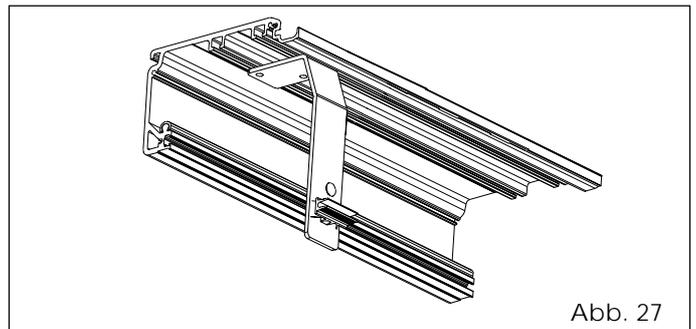

Abb. 27
- Einen Bügel zur Befestigung der Schutzabdeckung mit Hilfe der mitgelieferten Schrauben und Plättchen am Ende des Querträgers an der entgegen gesetzten Seite des Motors befestigen (Abb. 27).